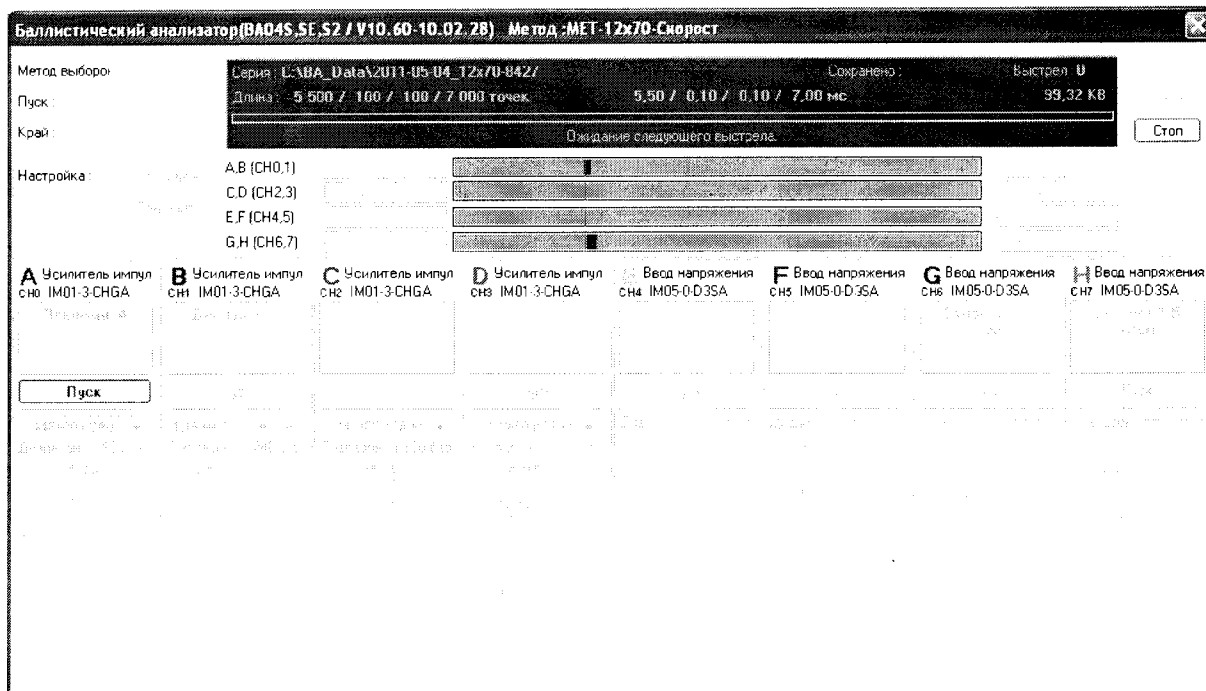

Рис. 11 – Панель «Баллистический анализатор»
7.3.5.20 Нажать кнопку «Открыть». Автоматически включится красный световой сигнал «Пуск», который дает указание оператору начать стрельбу, смотри рисунок 11. Измерительная система ожидает выстрел.
7.3.5.25 Выйти из панели «БА Контроль», нажав кнопку «Измерения», появится панель «Баллистический анализатор», смотри рисунок 11.